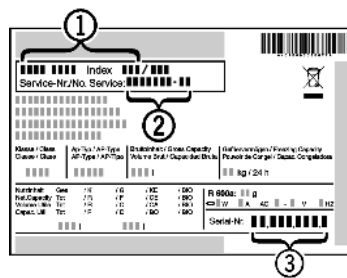

Fig. 3
- ▶ Наименование устройства *Fig. 3 (1)*, сервисный № *Fig. 3 (2)* и серийный № *Fig. 3 (3)* считайте с заводской таблички. Заводская табличка находится внутри устройства слева.
- ▶ Обратитесь в сервисную службу и сообщите вид неисправности, наименование устройства *Fig. 3 (1)*, сервисный № *Fig. 3 (2)* и серийный № *Fig. 3 (3)*.